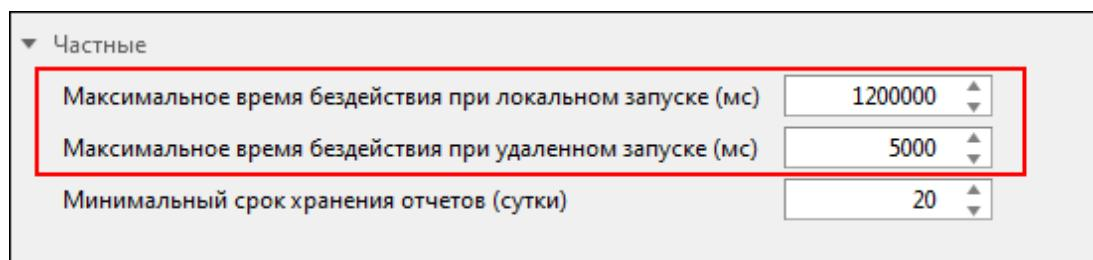

Рисунок 173 - Модуль обработки бланков переключений
8. Нажмите на Модуль обработки бланков переключений и убедитесь, что в его частных настройках выставлены (Рисунок 173):